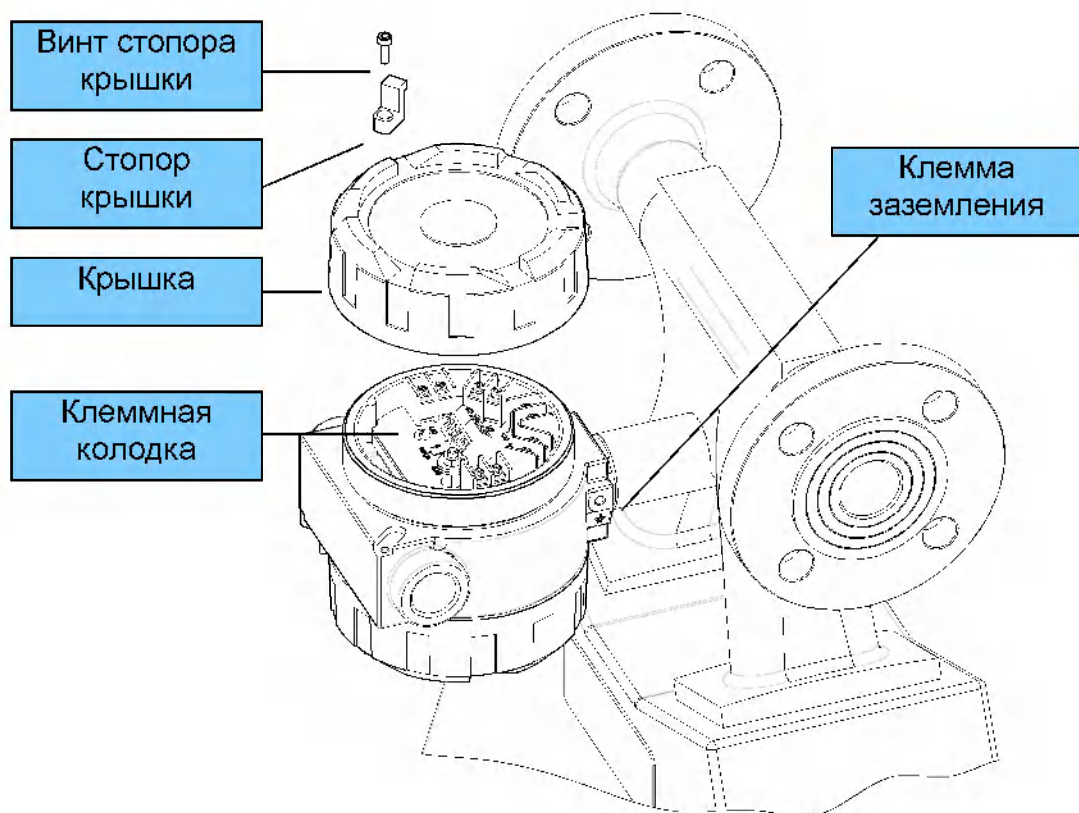
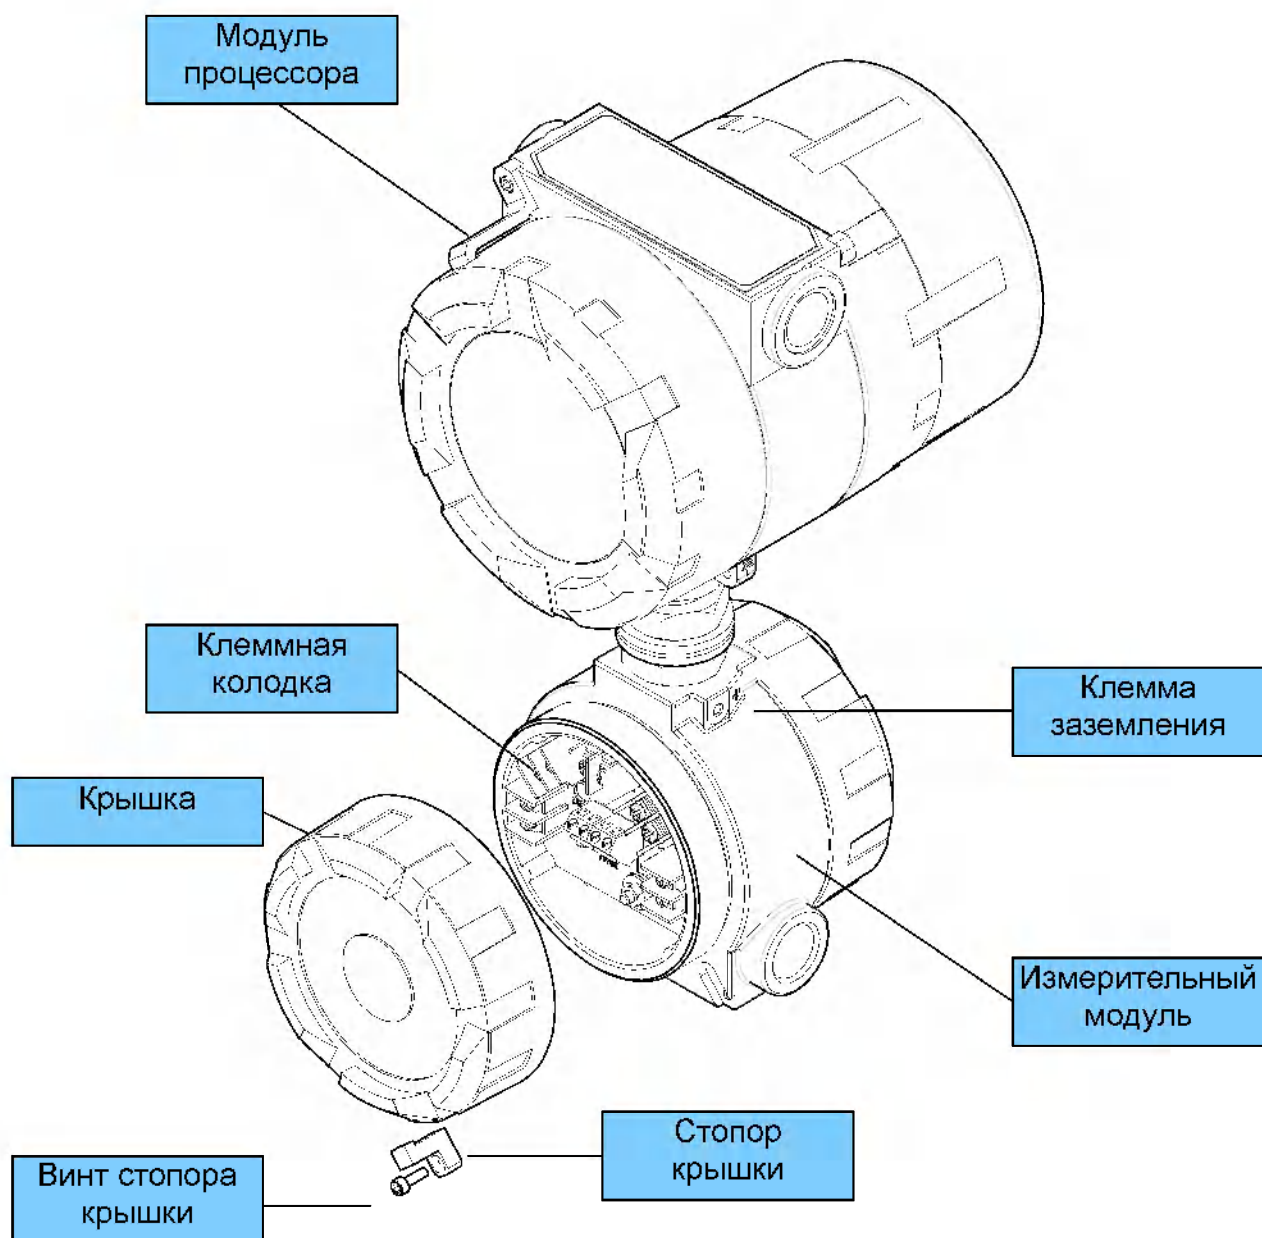
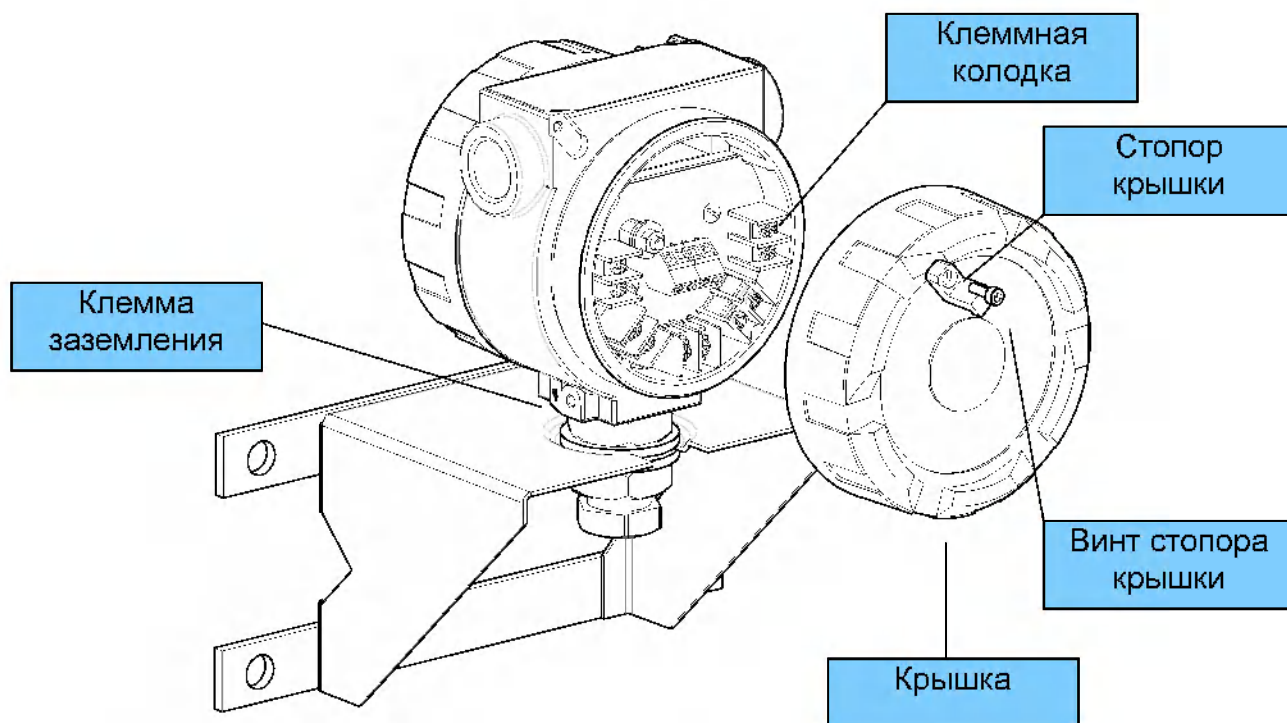

Рисунок 2.4 – Корпус измерительного модуля (исполнения И, В) или клеммной коробки (исполнения Р, РВ), размещенный на датчике.
Рисунок 2.7 – Корпус измерительного модуля (исполнение Р)
Рисунок 2.8 – Корпус измерительного модуля (исполнение РВ).
8) Если кабель помещен в кабелепровод, присоедините провод заземления кабелепровода к клемме заземления на корпусе клеммной коробки (рисунок 2.4).
- 1) Открутите винт стопора крышки и снимите стопор (рисунок 2.7 для исполнения Р, рисунок 2.4 для исполнения В, рисунок 2.8 для исполнения РВ);
7) Если кабель помещен в металлический кабелепровод, присоедините провод заземления кабелепровода к клемме заземления на корпусе ИМ (рисунок 2.7 для исполнения Р, рисунок 2.8 для исполнения РВ).
12) Если кабель помещен в металлический кабелепровод, присоедините провод заземления кабелепровода к клемме заземления на корпусе ИМ (для исполнения РВ – рисунок 2.8, для исполнения В – рисунок 2.4).
13) Поставьте на место крышку измерительного модуля и заверните до сжатия уплотнительного кольца (рисунок 2.7 для исполнения Р, рисунок 2.4 для исполнения В, рисунок 2.8 для исполнения РВ);
- 8) Если кабель помещен в металлический кабелепровод, присоедините провод заземления кабелепровода к клемме заземления на корпусе клеммной коробки (рисунок 2.7).